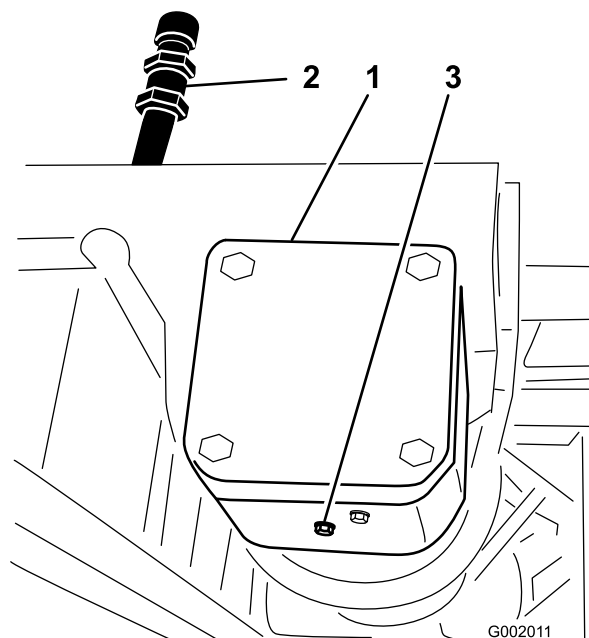

Figure 66
2. Placez un bac de vidange sous le bouchon de vidange du boîtier d'engrenages (Figure 66).
3. Retirez les bouchons de remplissage et de vidange (Figure 66) pour permettre à l'huile de s'écouler dans le bac.